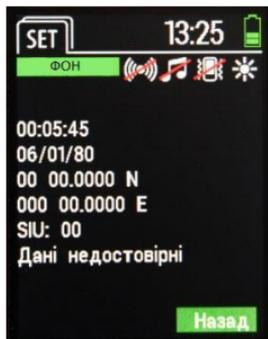

Рисунок 27 – Інформація про розташування
• **Інформація про розташування** – дозволяє перейти до перегляду поточних даних навігаційного приймача, а саме: часу, дати, координат, кількості супутників, які в цей момент знайдені приладом (SIU), а також інформацію про те, чи дані координат є достовірними (рис. 27).